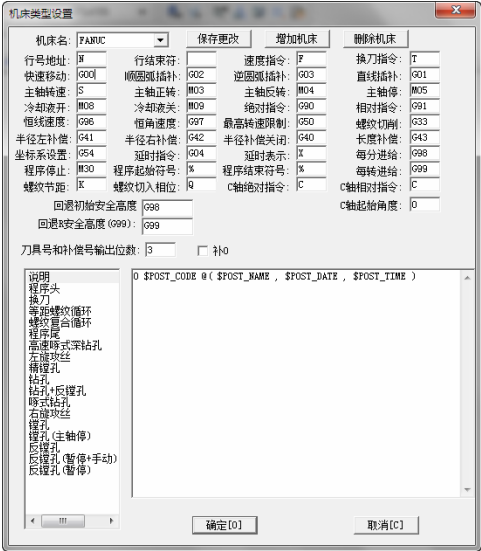

图 4-76 “机床类型设置”对话框
- 1) 选择下拉菜单“数控车”→“机床配置”命令，或直接单击“数控车工具”工具栏中的“机床配置”按钮，系统弹出“机床类型设置”对话框，设置参数如图 4-76 所示。